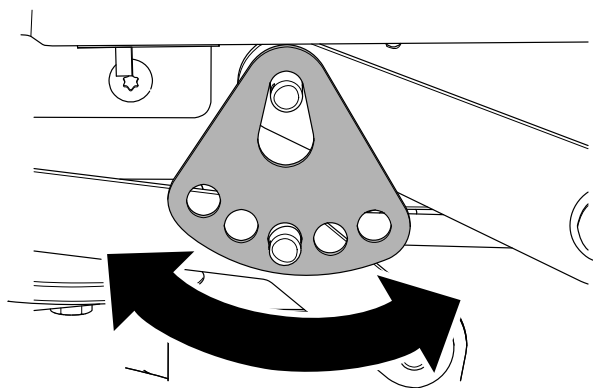

Bild 70
7. Drehen Sie die Schnitthöhenplatte in ein anderes Loch, so dass sie das Gewicht des Mähwerks nach der Montage der Platte trägt (**Bild 70**).
8. Montieren Sie die Unterlegscheibe und den Splint (Bild 70).